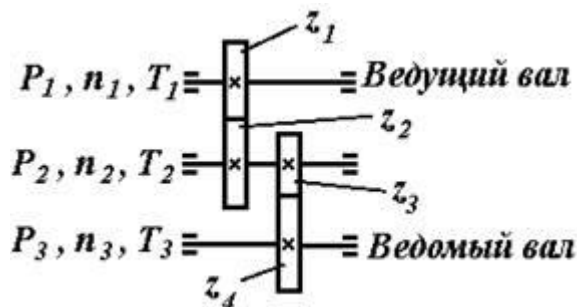

Рис. 23. Передаточный механизм
**Пример.** Определить передаточное отношение между входными и выходными звеньями и каждой передачи в отдельности; угловую скорость, число оборотов, мощность и крутящий момент каждого вала; общий коэффициент полезного действия двухступенчатой передачи, изображенной на рис.23.